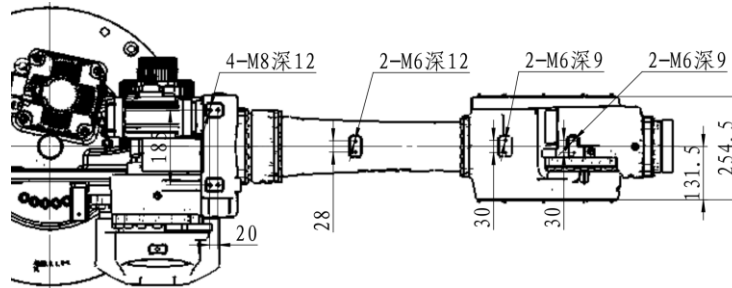

图 3-6 SR70/2180 前臂辅助安装孔尺寸图
3. SR70/2180 前臂辅助安装孔尺寸如图 3-6 所示。